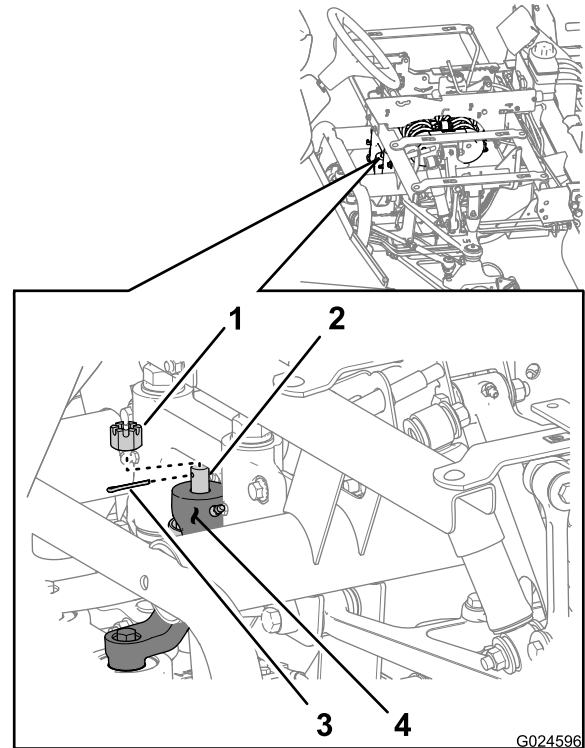

Figura 21
4. Retire la chaveta que sujeta la tuerca almenada a la rótula delantera del cilindro de dirección (en el brazo de mando), y retire la tuerca almenada (Figura 21).
5. Sujete la rótula situada en el extremo delantero del cilindro al brazo de mando, con la tuerca almenada (Figura 21).
7. Sujete las tuercas almenadas con la chaveta (Figura 21 y Figura 22) que retiró en el paso 4 de Sustitución del cilindro de dirección (página 8).